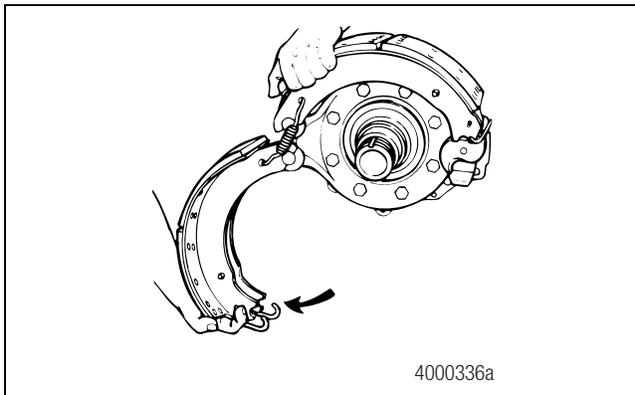

Figure 3.5
4. Faire pivoter le segment de frein inférieur pour libérer la tension des ressorts de retenue de segment de frein. Figure 3.5.